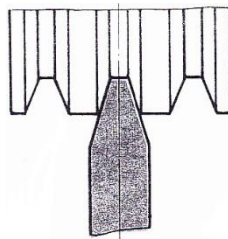

Bild 1
- Die Nuten für Keilriemen, Bild 1